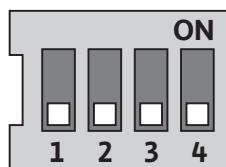

Fig. 26: comutador DIP
Los comutadores DIP (fig. 9, pos. 6/fig. 26) se encuentran debajo de la cubierta de la carcasa.